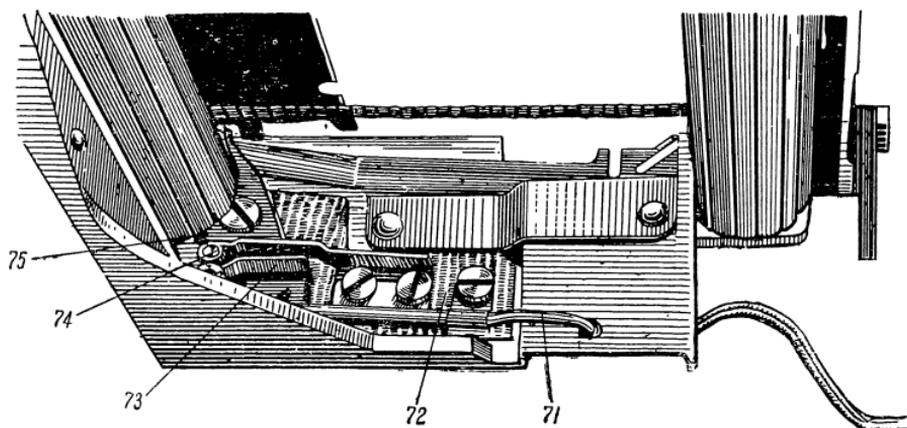

Рис. 258. Синхроконтакт.
Система синхроконттакта состоит из штепсельного гнезда, установленного на передней стенке корпуса аппарата; контактного механизма (рис. 258), состоящего из изоля-
*Принцип работы синхроконтакта.* Нижняя шторка, опускаясь до конца вниз, нажимает на плечо рычага 75 (рис. 258), который вторым плечом давит на верхнюю кон-